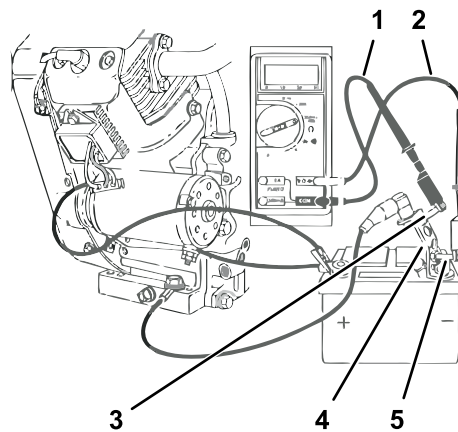

Figura 107
3. Inserte el cable de prueba rojo en el conector V Ω del polímetro. Conecte el otro extremo del cable de prueba rojo al borne del shunt Figura 107.